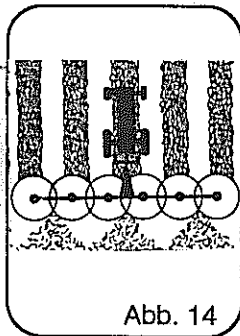

Abb. 14
- Abb. 14 Streuen von Mähmahden